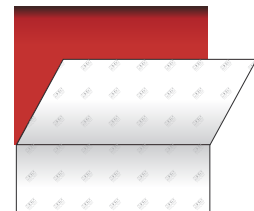

Figure05
- › Enlever alors la charnière, afin de continuer le retrait du liner, en fonction des surfaces rencontrées (cf. sous paragraphes suivants). (FIG. 05)